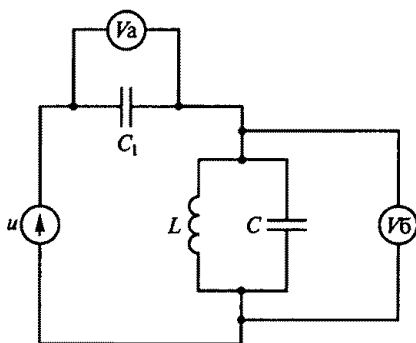

Рис. 110
3.69. В цепи на рис. 110 $u = 100 + 50\sqrt{2} \sin \omega t$, $1/(\omega L) = \omega C$. Какими будут постоянные составляющие напряжений U_{a0} и U_{60} , действующие значения синусоидальных напряжений U_{a1} и U_{61} , а также показания вольтметров электродинамической системы U_a и U_6 ? (Указать неправильный ответ.)